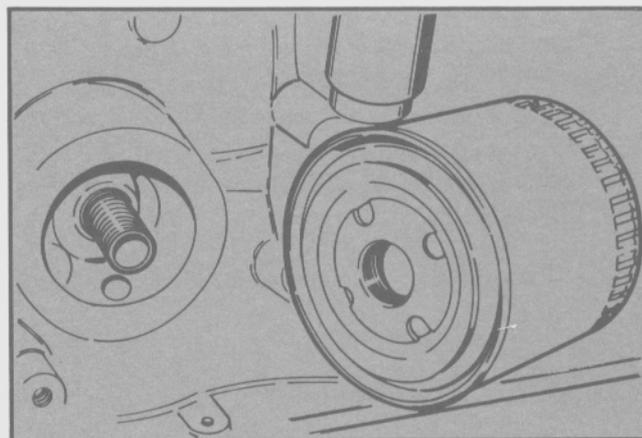

Fig. 51 - Instalación del filtro de aceite
- Lubricar el sello de goma del filtro de aceite. Atornillar el filtro hasta que el sello haga contacto con el bloque luego ajustarlo atornillándolo 3/4 vueltas (Fig. 51).